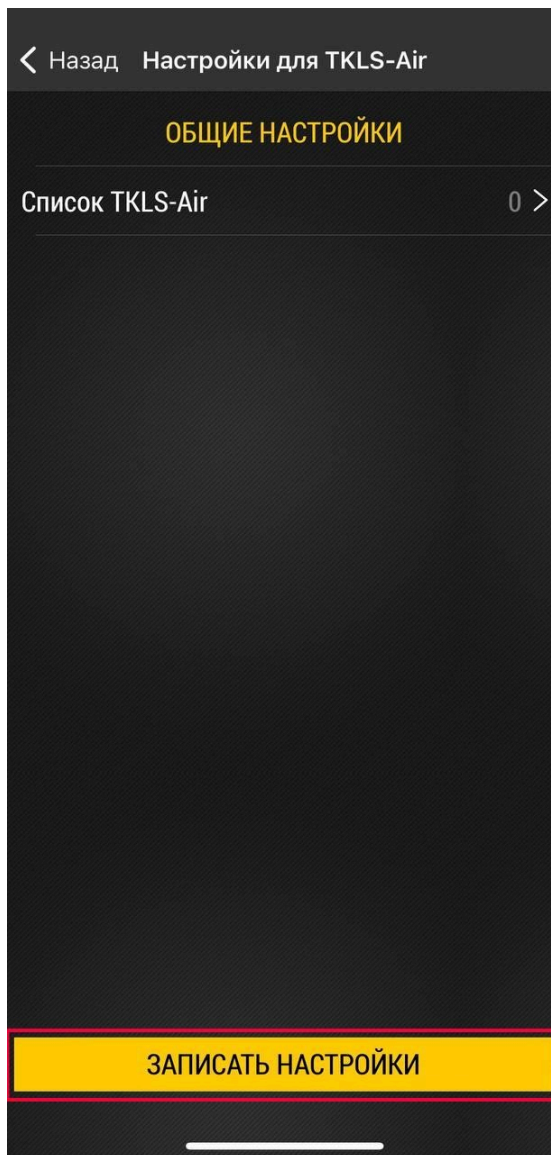

Рис.20. Запись настроек.
- По окончании настроек нажмите кнопку "**Записать настройки**" (**Рис.20**).